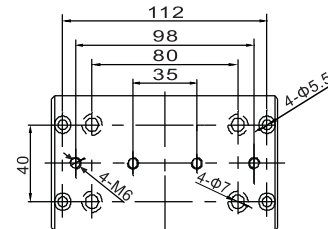
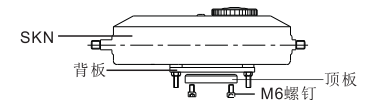

图1 顶板安装尺寸
图2 SKN安装示意图
- 1、指针式推拉力计安装(SKN系列)：先用M5扳手卸下机架上的顶板(附图1)；利用附件4枚M6螺钉，穿过顶板背面沉孔将背板安装于顶板上，再将顶板重新安装到机架上即可(附图2)；